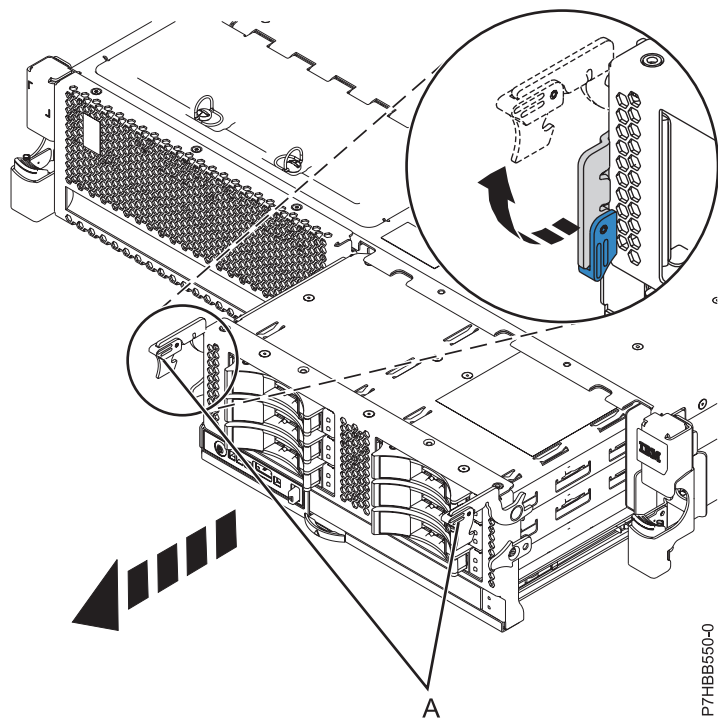
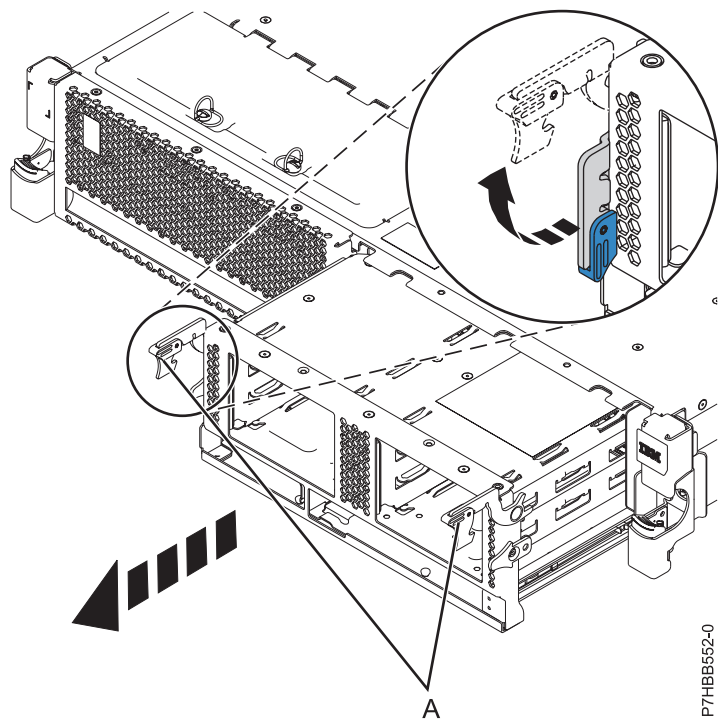

Figure 31. Retrait du fond de panier comportant des unités de disque
Figure 32. Retrait du fond de panier ne comportant pas d'unités de disque
13. Déverrouillez le fond de panier de l'unité de disques en tirant les poignées (A) afin de les mettre en position ouverte, au centre du fond de panier, comme indiqué dans la figure 31 et la figure 32.